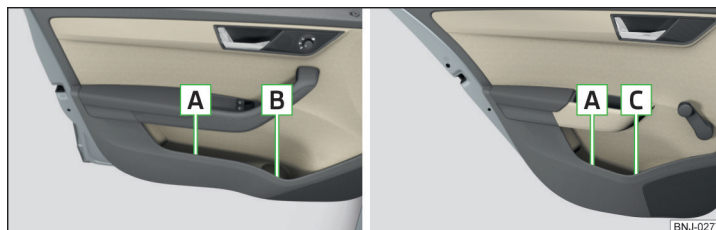

Fig. 77 Compartimentele de depozitare: în portiera față/în portiera spate
**Compartimentele de depozitare » fig. 77**
Compartimentul de depozitare **A** » fig. 77 din portierele față se utilizează exclusiv pentru obiecte care nu ies în afară - pericol de limitare a zonei de acțiune a airbagurilor laterale.